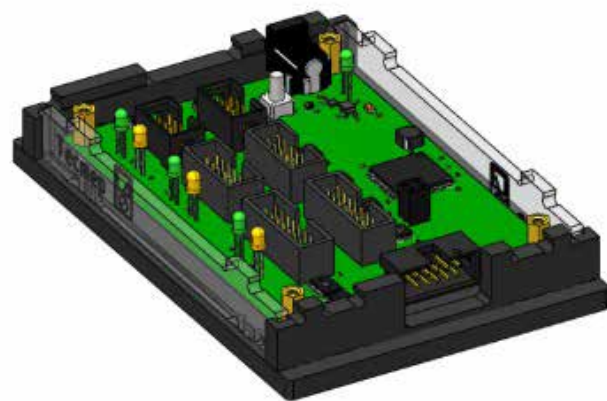

Рисунок 100. Крепление двух панелей
4) Закрепить две прозрачные панели на нижнем основании. Для этого каждую панель провести по направляющим в стенках до основания и защелкнуть (рисунок 100):